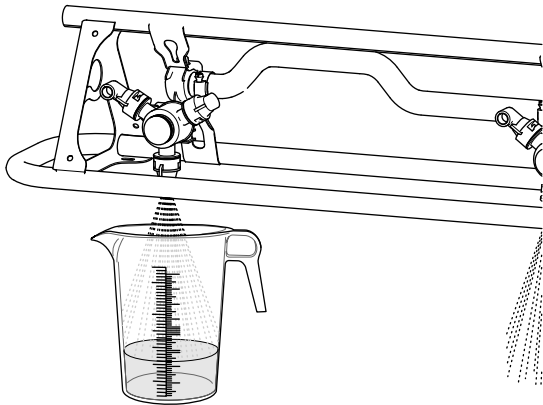

图 82
6. 打开喷洒臂段之前应将接水容器放在喷嘴下面图 82。
8. 在其中 1 个喷嘴下面至少进行 15 秒钟或更长时间的接水测试图 82。